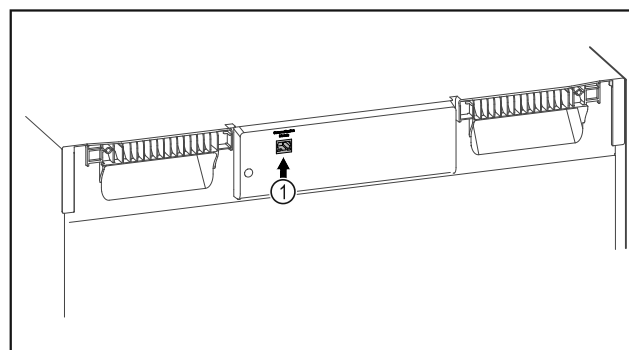

Fig. 119
- ☐ SmartModule Fig. 119 (1) ist eingesetzt.